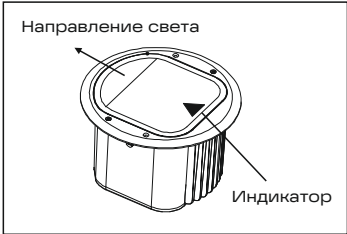

Рис. 2
- Внимание!** Перед фиксацией монтажного стакана важно предусмотреть его позиционирование для требуемого направления светового потока осветительного прибора в нём. На рассеивателе осветительного прибора нанесен индикатор направления светового потока (рис. 2).
- осветительного прибора нанесен индикатор направления светового потока (рис. 2).